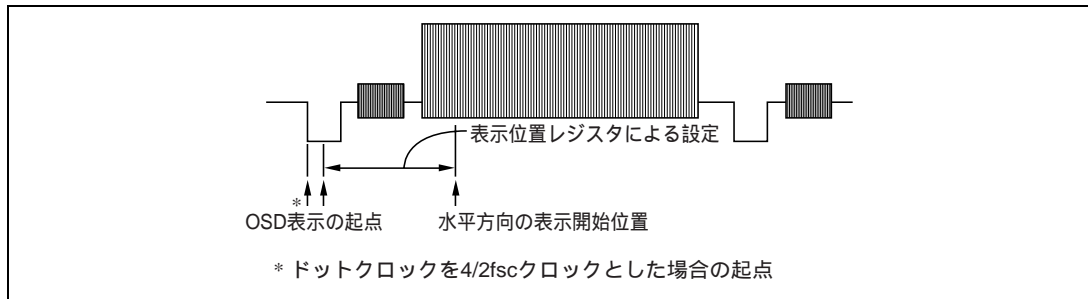

図 29.11 水平方向の表示開始位置の起点
- (2) 垂直方向表示行間隔
- (3) 水平方向表示開始位置
- 水平方向の表示開始位置の起点を図29.11に示します。
HP7~HP0ビットは、水平方向の表示開始位置を設定します。設定単位はドットクロック周期の2倍です。「図29.11 水平方向の表示開始位置の起点」を参照してください。